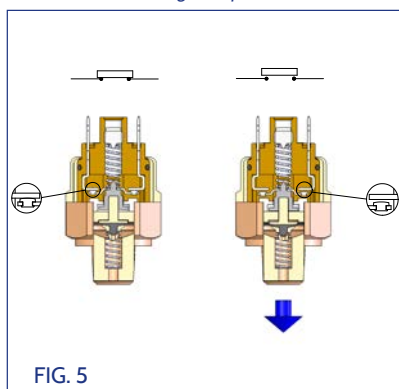

FIG. 5
- La rappresentazione di Fig. 2 (Fig. 5 per il vuoto) mostra un pressostato con contatti NORMALMENTE CHIUSI (N.C.) in assenza di pressione. In assenza di pressione i contatti sono chiusi e il segnale è presente sui contatti esterni. Al raggiungimento della pressione di taratura il contatto elettrico si solleva interrompendo il segnale.
- Figure 2 (Fig. 5 for vacuum) shows a pressure switch with NORMALLY CLOSED (NC) contacts in the absence of pressure. The contacts are closed and the signal appears on the external contacts. When the set pressure is reached, the electric contact is raised and the signal is interrupted.